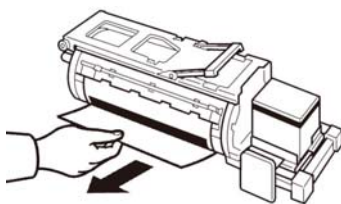

图 5-51 从印筒上取出卡纸
- 如果纸张完全卷住印筒，先拉出印筒单元，然后从印筒上取出卡纸，如图 5-51 所示；
- ⑤ 当“”和“D”亮灯时，解决步骤如下：